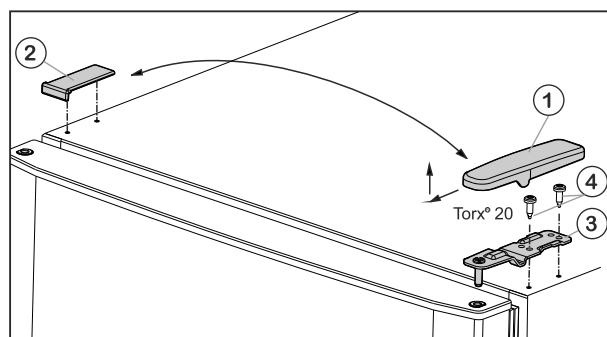
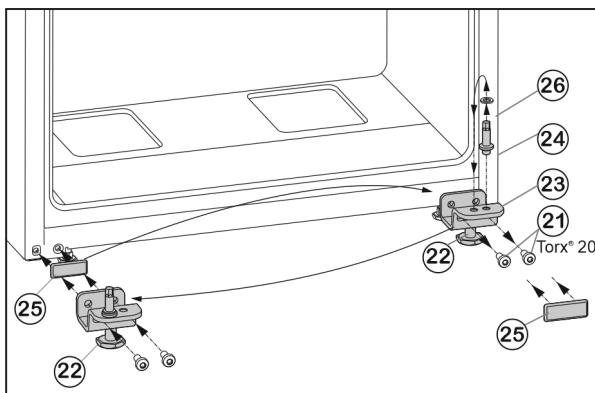

Fig. 5
Fig. 7
- Kryt Fig. 5 (1) odoberte smerom dopredu a hore.
- Kryt Fig. 5 (2) nadvihnite.
- ▶ Hornú ložiskovú konzolu Fig. 5 (3) odskrutkujte (2 krát Torx® 20) Fig. 5 (4) a odoberte smerom hore.
- ▶ Vyskrutkujte upevňovacie skrutky Fig. 7 (21).
- ▶ Kompletnú ložiskovú konzolu dole Fig. 7 (23) odoberte spolu s ložiskovým čapom Fig. 7 (24), podložkou Fig. 7 (26) a nastaviteľnou nohou Fig. 7 (22).
- ▶ Ložiskový čap Fig. 7 (24) kompletne spolu s podložkou Fig. 7 (26) vyskrutkujte, premiestnite ho do protiľahlého otvoru uloženia ložiskovej konzoly a znova ho pevne priskrutkujte.
- ▶ Opatrne odnámite kryt Fig. 7 (25) a premiestnite ho na opačnú stranu.
- ▶ Ložiskovú konzolu dole Fig. 7 (23) kompletne spolu s ložiskovým čapom Fig. 7 (24), podložkou Fig. 7 (26) a nastaviteľnou nohou Fig. 7 (22) znova naskrutkujte na novú stranu závesu, príp. ju znova pomocou akumulátorového skrutkovača **pevne utiahnite (4 Nm)**.
- ▶ Spodné dvere nasadťte zhora na ložiskový čap Fig. 7 (24).
- ▶ Ložiskovú konzolu v strede (13) otočenú o 180° nasadťte do spodných dverí a pomocou upevňovacích skrutiek (11) (2x Torx® 20) ju znova pevne naskrutkujte na novú stranu závesu (**4 Nm**).
- ▶ Opäť nasadťte plastovú podložku (10).
- ▶ Vrchné dvere nasadťte na ložiskovú konzolu v strede (13).
- ▶ Vrchnú ložiskovú konzolu Fig. 5 (3) nasadťte na novej strane závesu do dverí.
- ▶ Hornú ložiskovú konzolu **pevne (pomocou krútiaceho momentu 4 Nm)** priskrutkujte (2x Torx® 20) Fig. 5 (4). V prípade potreby použite akumulátorový skrutkovač.
- ▶ Kryt Fig. 5 (1) nasadťte na opačnú stranu zvonka a zaklapnite.
- ▶ Kryt Fig. 5 (2) nasadťte vždy na opačnú stranu zhora a zaklapnite.
- ▶ Vytočte nastaviteľnú nohu Fig. 7 (22) na ložiskovej konzole dole Fig. 7 (23), pokial nedosadá na podlahu.